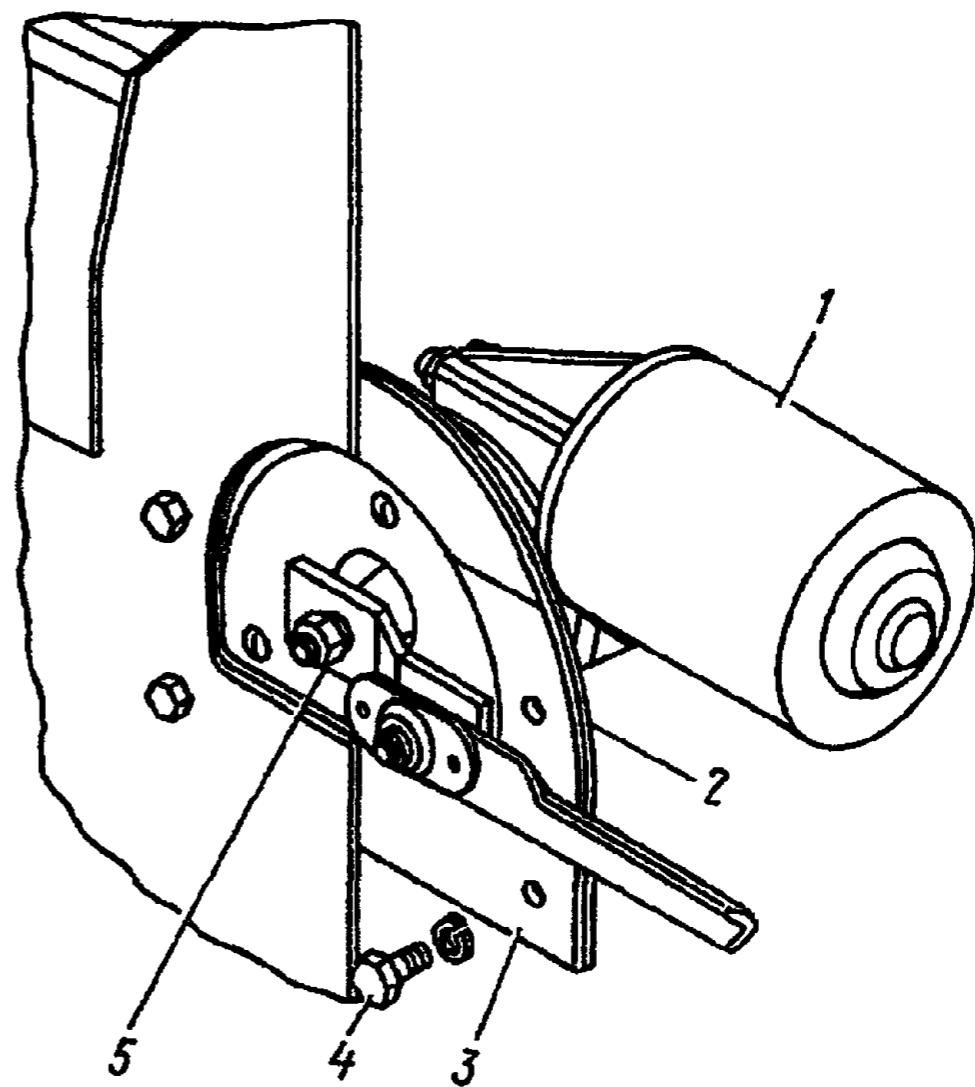

Рис. 69. Установка электродвигателя стеклоочистителя:
4. Отверните гайку 5 (рис. 69), снимите кривошип тяги с вала привода	—
6. Выверните болты 4 (см. рис. 69) и снимите электродвигатель 1	Ключ 10 мм
12. Закрепите кривошип тяги на валу редуктора гайкой 5 (см. рис. 69)	Ключ 13 мм